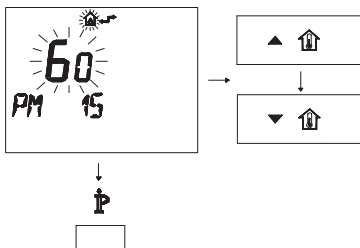

Figura 5.42
- Modificare il SET programmato agendo sui pulsanti o fino a visualizzare un **set di 60**, aspettare che il numero programmato cominci a lampeggiare (Figura 5.42).